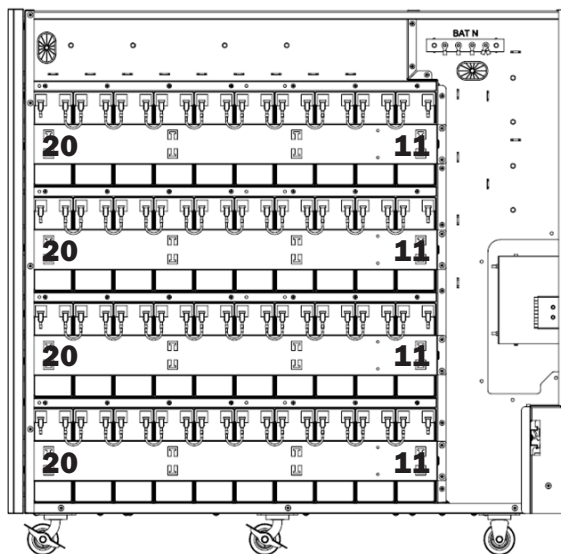

Figura 5-14B: El lado derecho del gabinete es el lado negativo de las series de baterías.
18. Use 36 puentes de batería para conectar las terminales de las baterías adyacentes en el lado negativo del gabinete de baterías (Figura 5-14B).